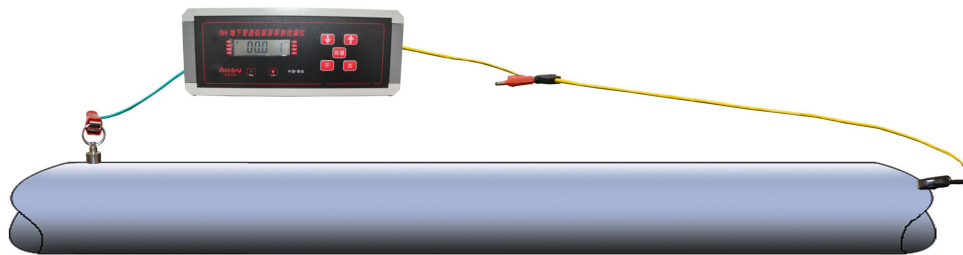

图6 回路法接线示意图
(3) **远距离回路法接地**：该方法是将发射线接到管道一端，将接地线延长接到管道另一端。工作时，在管道上形成回路。这一方法只有在解决特别复杂管网探测时才采用。回路法接线时以管道与地线作为传输回路的，导线与管道的距离必须是管道埋深的 10 倍以上，否则会因距离太近，影响管位的探测。远距离回路法接线、管道上信号最强。（见图 6）